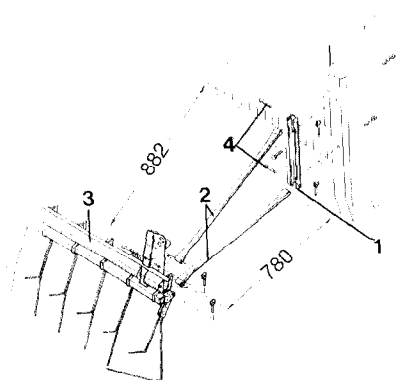
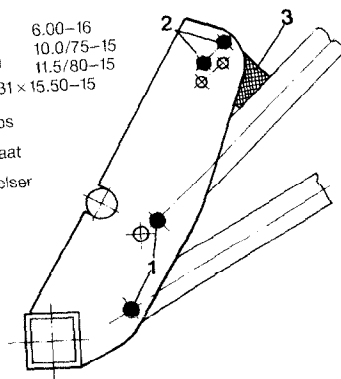

Fig. 59
Fig. 60
- Holderne (Fig. 59/1) fastgøres udvendig på højre og venstre side af såkassen.
- Bufferen (Fig. 60/3) skrues fast som vist på Fig. 60/2.
- Holderrøret (Fig. 59/2) fastgøres på exaktdækstriglen (Fig. 59/3) med boltene (Fig. 60/1) og på holderne (Fig. 59/1) med boltene (Fig. 59/4) og sikres med split.